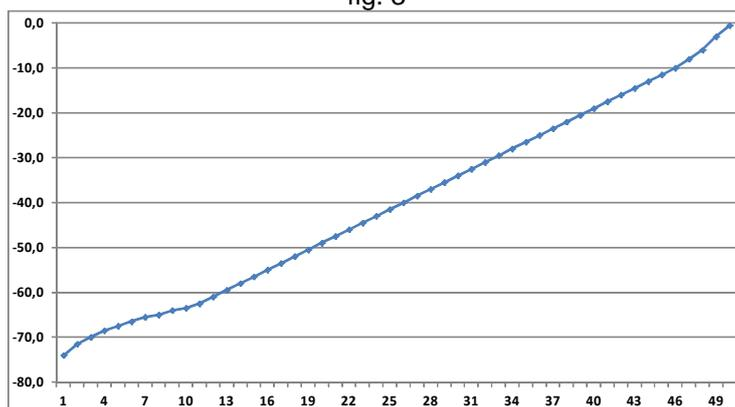

fig. 4
4. Volume Scale #4 – This setting is a linear-in-dB scale (fig. 4)
4. Curva #4 – Questa è una curva lineare in dB (fig. 4)